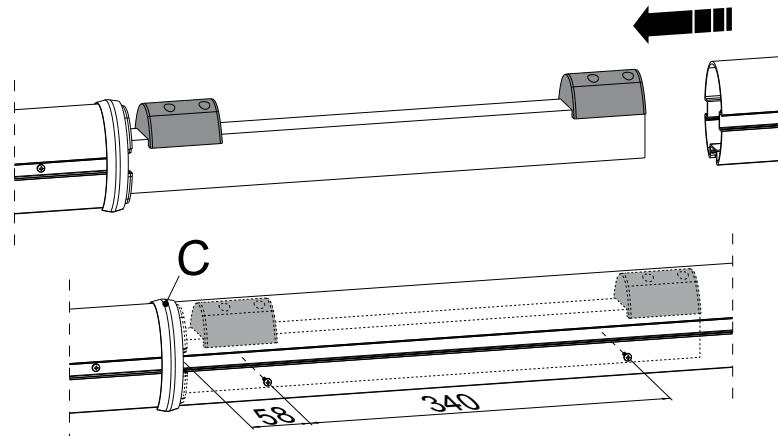

fig. 4
- 5_ infilare l'altro spezzone di asta (precedentemente tagliato a misura, se necessario) dal lato attacco flangia (fig. A) sull'estremità scoperta del giunto. Inserire bene l'estremità dell'asta nel corpo di giunzione (C fig. 4), aiutandosi con un martello in plastica. Fissarlo quindi al giunto con le viti in dotazione, alle quote mostrate in fig. 4;
- 5_ enfiler l'autre tronçon de tige (préalablement coupé à la mesure correcte, éventuellement) du côté raccord de bride (fig. A) sur l'extrémité découverte du raccord. Introduire correctement l'extrémité de la tige dans le corps du raccord (C fig. 4) en utilisant un marteau en caoutchouc. Le fixer ensuite au raccord avec les vis fournies, aux cotes indiquées sur la fig. 4;
- 5_ Introduzca la otra sección del asta (cortada previamente a medida si fuera necesario) del lado del enganche brida (fig. A) en el extremo descubierto del acoplamiento. Introduzca bien el extremo del asta en el acoplamiento de unión (C fig. 4), ayudándose con un martillo de plástico; Fíjelo al acoplamiento con los tornillos entregados, según las medidas mostradas en la fig. 4;
- 5_ Stecken Sie das andere Teilstück der Stange (falls erforderlich zuvor auf Länge geschnitten) von der Seite des Flansch-Anschlusses (Abb. A) am freien Ende der Verbindung ein. Setzen Sie das Ende der Stange gut in den Verbindungskörper (C, Abb. 4) ein und verwenden Sie dazu einen Kunststoffhammer. Befestigen Sie dann die Verbindung mit den mitgelieferten Schrauben; beachten Sie dabei die auf Abb. 4 angegebenen Quoten.
- 5_ introduzir a outra parte da haste (anteriormente cortada à medida, se necessário) pelo lado encaixe flange (fig. A) na extremidade descarnada da junta. Inserir bem a extremidade da haste no corpo de junção (C fig. 4), com auxílio de um martelo de plástico. Em seguida fixar à junta com os parafusos fornecidos, nas posições mostradas na fig. 4;